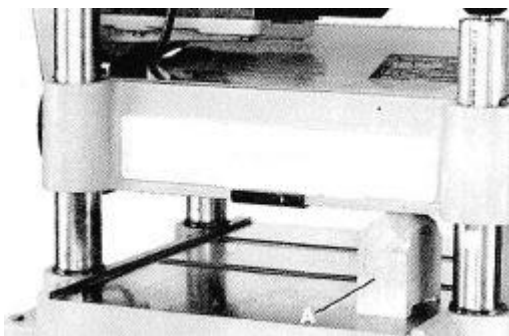

Рис. 36
3. Переместите измерительный блок (А), Рис. 36, к противоположному концу стола, как показано на рисунке. Расстояние от стола до края корпуса головки должно быть одинаковым.